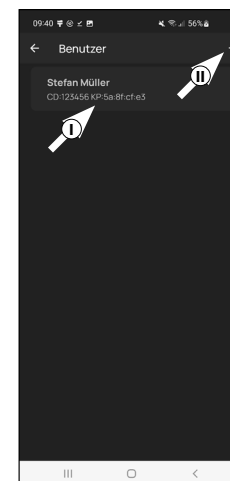

Fig. 2
- 2 Viene visualizzato un elenco degli utenti già creati. Per il primo utente è stato già generato automaticamente un profilo utente con apertura della serratura tramite smartphone. Selezionare questo utente (I) (Fig. 2).
- ! **Nota:** in alternativa potete generare anche un nuovo profilo utente. Selezionare a tal fine il simbolo "+" in alto a destra (II) (Fig. 2).